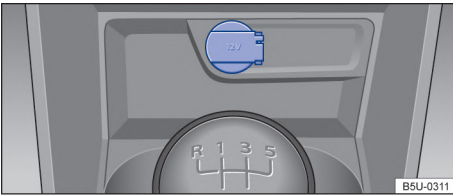

Fig. 103 En la consola central delantera: toma de corriente de 12 V.
- En la consola central delantera → **fig. 103**.